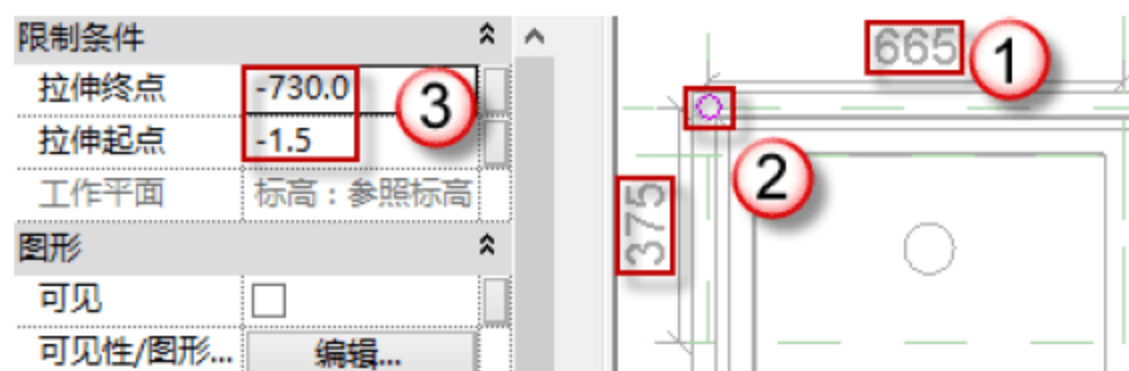

图 8.2.45 绘制竖向支架
(13) 竖向支架是半径为 20mm，高度为 848.5mm 的圆柱。返回到“楼层平面-参照标高”平面，按快捷键 C+O 绘制参考线。选择“创建”→“拉伸”→“圆形框”命令，绘制图框，在“属性”面板中编辑“拉伸起点”和“拉伸终点”的数值 (-1.5, -730)，然后单击√按钮，如图 8.2.45 所示。